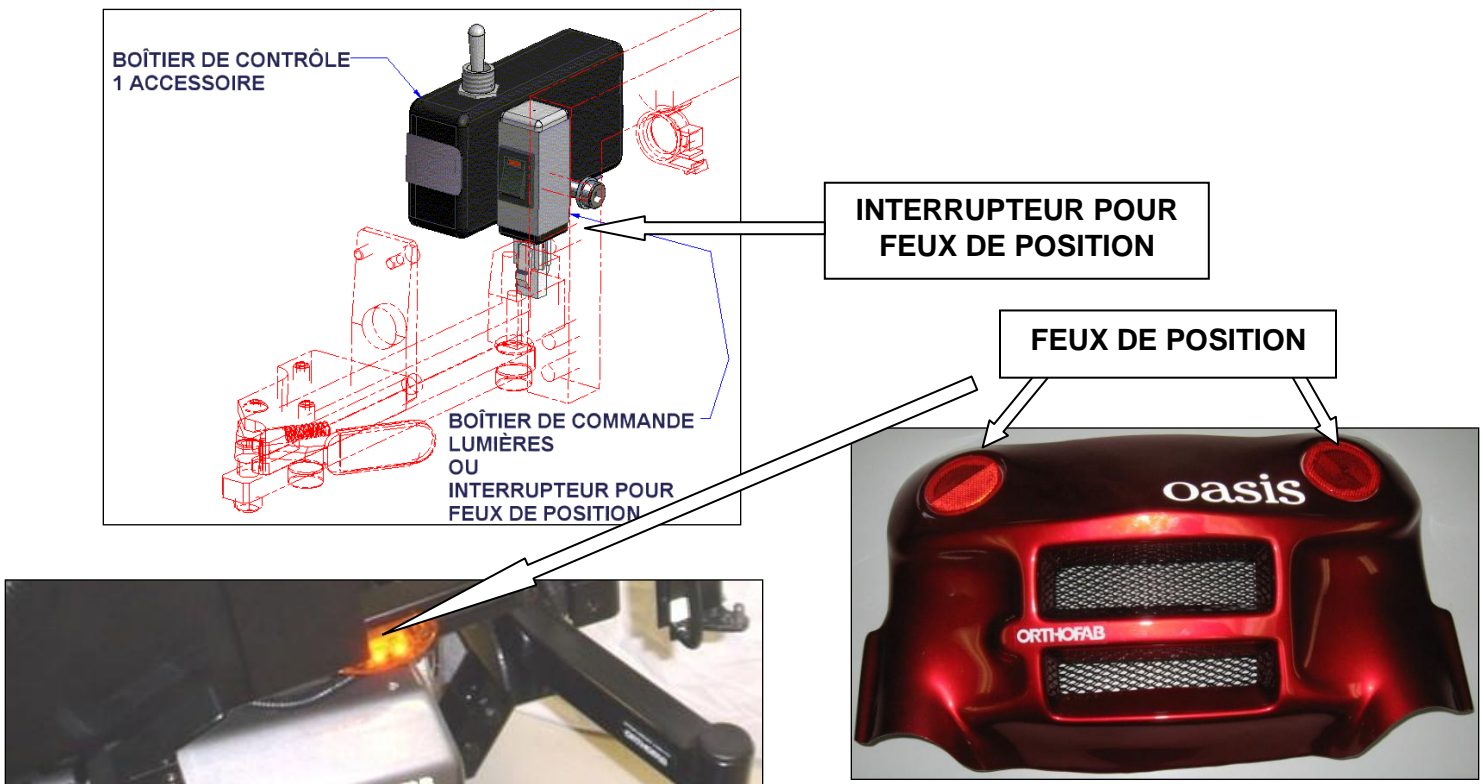

Figure 42 : Interrupteur des feux de position.
Votre fauteuil **ORTHOFAB** est muni de 4 feux de position, (2) situés sur le capot arrière et deux (2) autres de chaque côté du fauteuil. L'interrupteur situé sur le côté de l'appuie-bras de l'assise de votre fauteuil, permet d'allumer ces 4 feux de position (voir; figure 42).